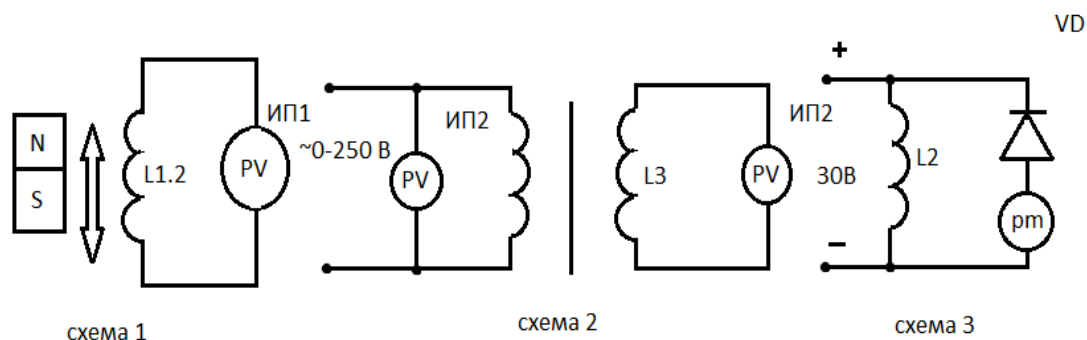

Рис.4. Схемы соединения
1. Соберите схему 1, рис.4.
7. Собери схему 3 (рис.4)